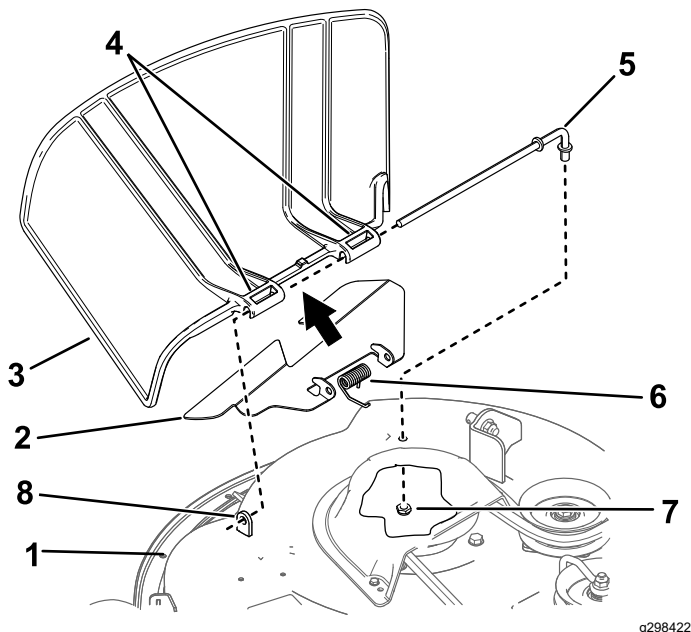

Figure 74
1. Retirez l'écrou ($\frac{3}{8}$ ") de la tige, sous le plateau de coupe (Figure 74).
- Sortez la tige de la courte cheville de positionnement, du ressort et du déflecteur d'herbe (Figure 74).
- Montez le nouveau déflecteur d'herbe (Figure 74).
- Insérez la tige dans le second pivot du déflecteur d'herbe (Figure 74).
- Fixez l'extrémité arrière de la tige dans le plateau de coupe à l'aide d'un écrou (3/8"), comme montré à la Figure 74.